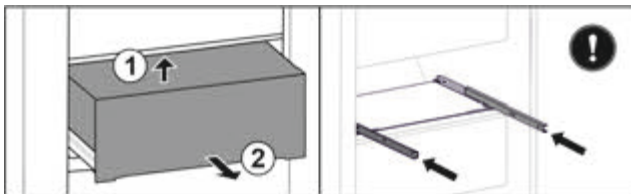

*Fig. 98*
- ▶ Підняти висувний ящик спереду. *Fig. 98 (1)*
- ▶ Вийняти висувний ящик рухом вперед. *Fig. 98 (2)*